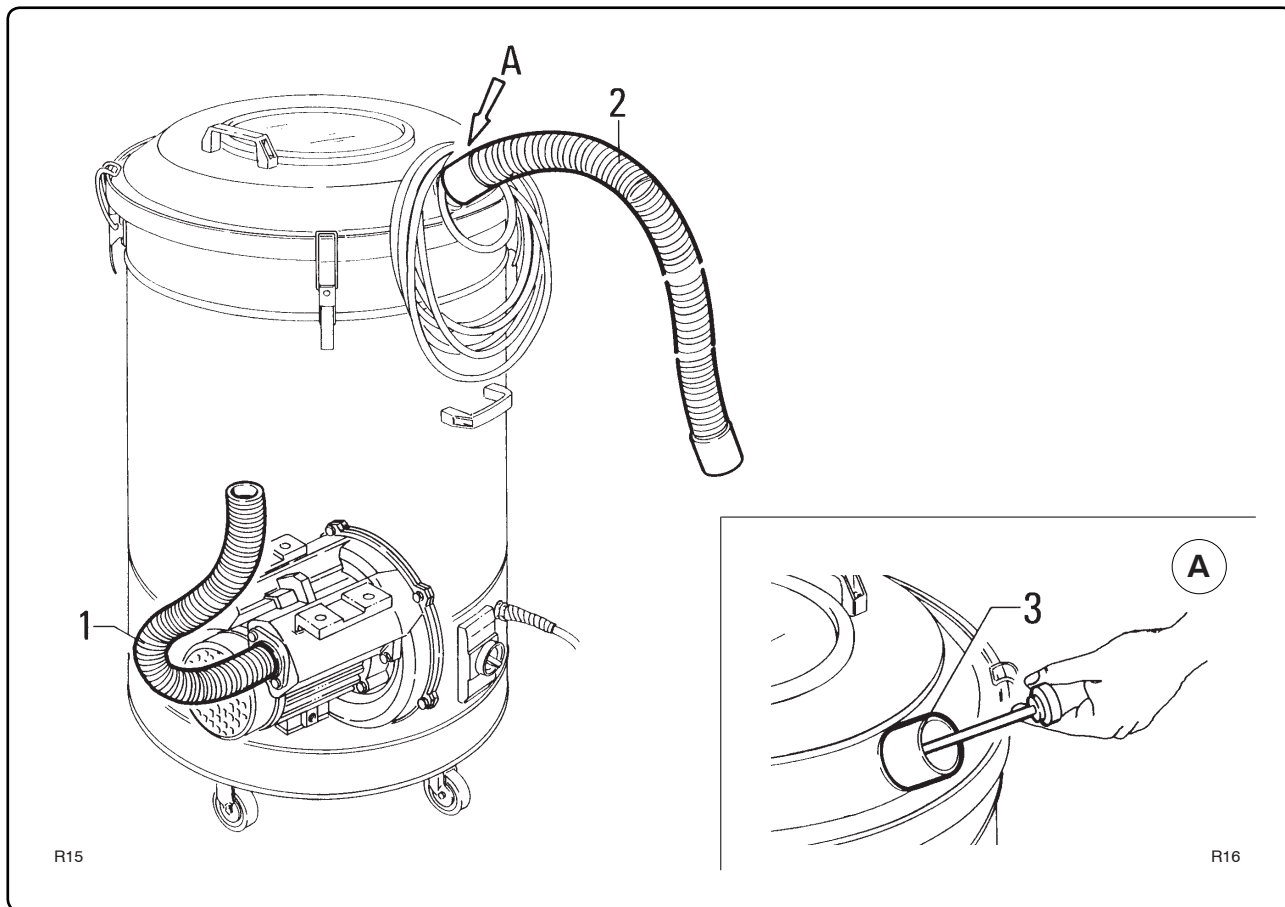

Fig.7.5.3
7.5.3 - Controllo integrità delle tubazioni (fig. 7.5.3)
7.5.3 - Checking the condition of the pipes (fig. 7.5.3)
7.5.3 - Contrôle des tuyauteries (fig. 7.5.3)
7.5.3 - Prüfung der Saugleitungen auf Unversehrtheit (Abb. 7.5.3)
Per la pulizia raschiare dall'esterno del bocchettone e rimuovere il materiale depositato come indicato in fig. 7.5.3.
Scrape outside the outlet and remove the deposited waste as indicated in fig. 7.5.3.
Pour le nettoyage raclez de l'extérieur de l'embout et enlever la matière qui s'est déposée comme indiqué dans la fig. 7.5.3.
Zur Reinigung den Stutzen von außen abkratzen und das abgelagerte Material entfernen (Abb. 7.5.3).